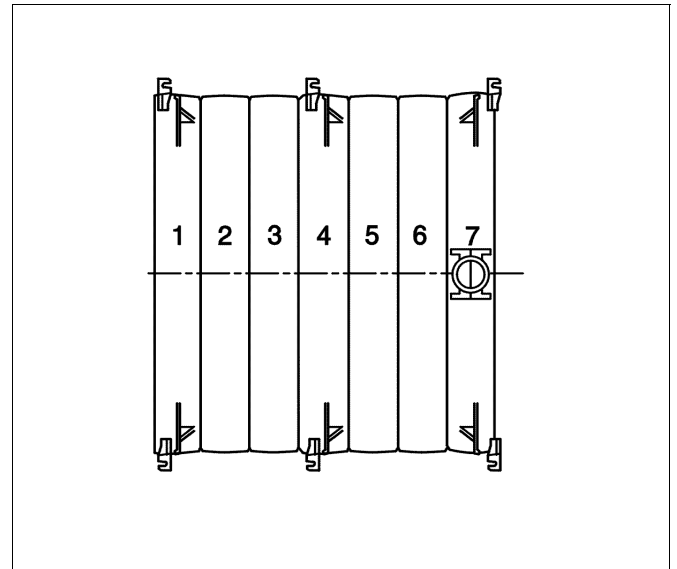

Fig. 34 Vista da sopra del blocco caldaia (7 elementi) con le mensole
- Avvitare debolmente le mensole per il mantello caldaia alle alette a sinistra e destra degli elementi della caldaia, conformemente alla tabella sottostante ed alle figure 34 e 35.